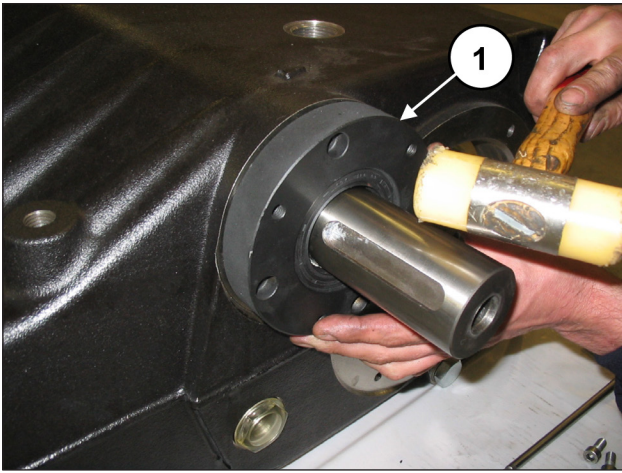
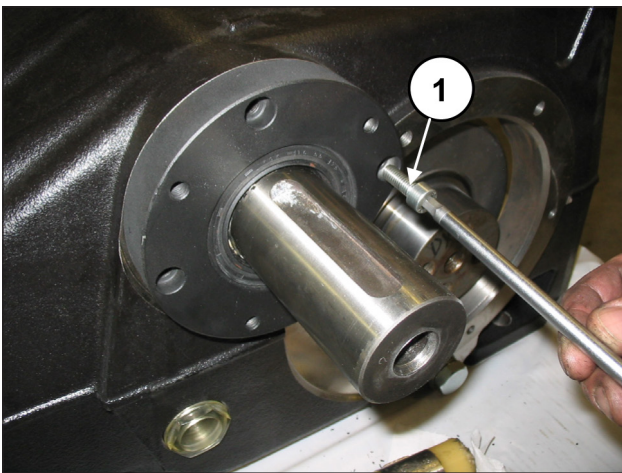

Fig. 68
Fig. 69
Monte uma primeira cobertura do rolamento PTO (direito ou esquerdo) no carter da bomba (pos. ①, Fig. 68), e fixe-a mediante quatro parafusos M8x30 (pos. ①, Fig. 69).
Monte a cobertura do rolamento PTO que falta no carter da bomba (pos. ①, Fig. 68), e fixe-a mediante quatro parafusos M8x30 (pos. ①, Fig. 69).